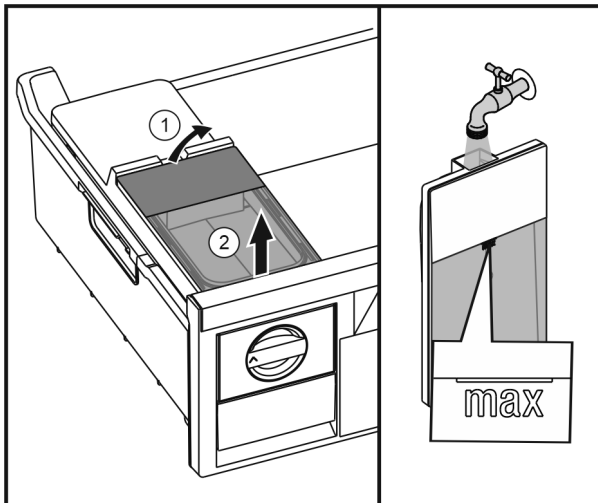

Fig. 29
- ▶ Soulever le réservoir d'eau depuis l'arrière Fig. 29 (1) et l'enlever vers le haut Fig. 29 (2).